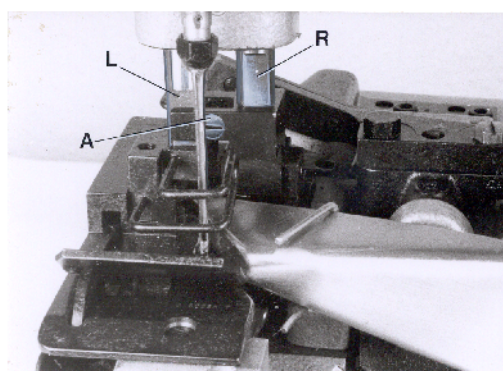

Fig. 10
Styles 80800TL, TAL, U, UA, UL and UAL have a two-piece presser foot. Insert the right presser foot part on the pivot of the right presser bar (R, Fig. 10) and align the flats on the left presser bar (L, Fig. 10) to the guide fork of the presser foot shank. The flats on the left presser bar should slide freely in the fork, this can be adjusted with screw (A). Secure this setting with the lock nut. Now insert the left presser foot part on the pivot of the left presser bar (L) and align it with needle slot and feeler slot to the throat plate. Tighten set screws in both presser foot shanks.
Die Maschinen 80800TL, TAL, U, UA, UL, and UAL haben einen zweiteiligen Drückfuß. Schieben Sie das rechte Drückfußteil auf den Zapfen der rechten Drückfußstange (L, Fig. 10) und richten Sie die Flächen auf der linken Drückfußstange (L, Fig. 10) nach der Führungsgabel der Drückfußnabe aus. Die Flächen der linken Drückfußstange müssen in der Gabel leicht gleiten können, dies kann mit der Schraube (A) eingestellt werden. Sichern Sie die Einstellung mit der Kontermutter. Nun schieben Sie das linke Drückfußteil auf den Zapfen der linken Drückfußstange (L) und richten es mit Stichloch und Tasterschlitz zur Stichplatte aus. Ziehen Sie die Gewindestifte in beiden Drückfußnaben an.